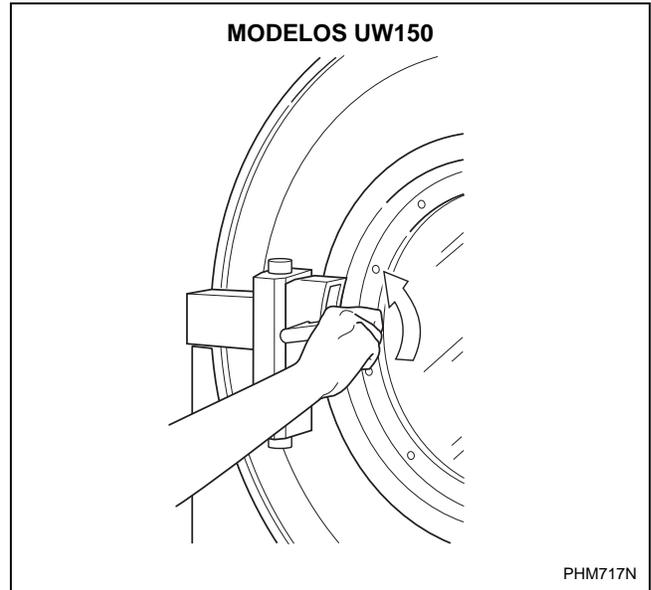

Figura 10
5. En los modelos 150, gire el asidero de la puerta en el sentido contrario de las agujas del reloj, y tire de la puerta hacia la derecha para abrirla. La puerta debe abrirse en un periodo de cinco segundos tras pulsar el botón de desbloqueo de la puerta. Consulte la *Figura 10*.